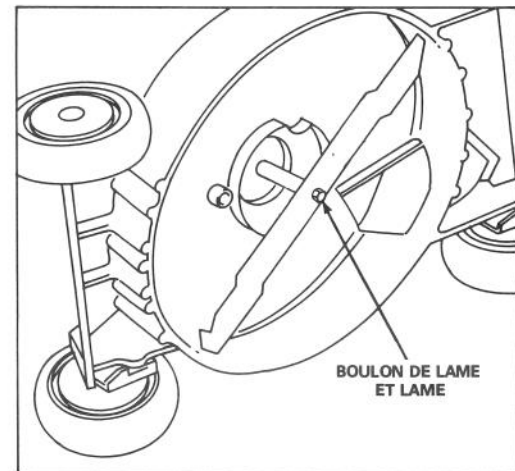

Figure 15
3. Faites basculer la tondeuse sur son côté droit (Fig. 15). Évitez de tourner la lame. Des problèmes de démarrage peuvent en résulter.
5. RETRAIT DE LA LAME — Saisissez l'extrémité de la lame en vous servant d'un chiffon ou d'un gant bien rembourré. Enlevez le boulon de lame et la lame (Fig. 15).